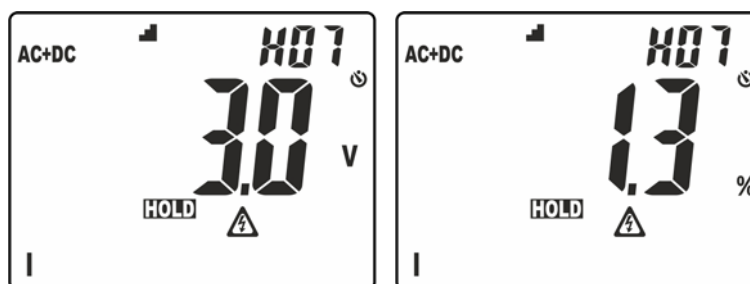

Fig. 4: Visualización ordenamiento magnitudes análisis armónico
- Pulsación prolongada de la tecla (al menos 2s) para activar la función **H2O (Higher Harmonic Ordering)** de ordenamiento de la amplitud de los armónicos. En tales condiciones, la función "HOLD" está automáticamente activada, el símbolo "**▬**" está presente en pantalla, la barra gráfica está deshabilitada y el instrumento muestra el valor de las amplitudes de todos los armónicos comprendidos entre el orden 2 y el 25, en orden **decreciente** a partir del armónico de mayor amplitud como en la Fig. 4
En el ejemplo de Fig. 4 el armónico de mayor magnitud corresponde al orden 7. Pulse la tecla  $\blacktriangle$  para observar las magnitudes de los restantes armónicos y pulse nuevamente la tecla **H/H%/H▬** para pasar de la visualización en valores absolutos o porcentuales. Gire el selector para salir de la función